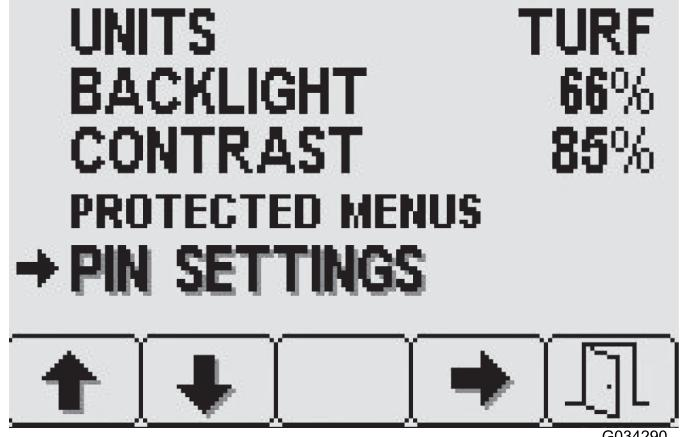

Figura 24
1. Pulse el botón 2 en la pantalla de Ajustes de pantalla hasta llegar a Ajustes de PIN, y luego pulse el botón 4 para seleccionar Ajustes de PIN (Figura 24).